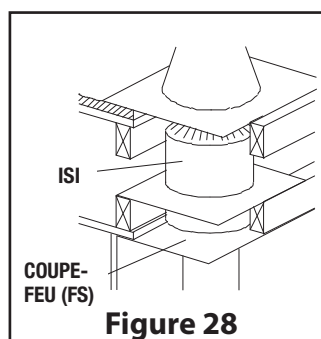

Figure 28
Étape 6. Au niveau du grenier, installez un coupe-feu (FS), sous plafond et un coupe radiation pour le grenier (ISI) au dessus. (voir Figure 28).